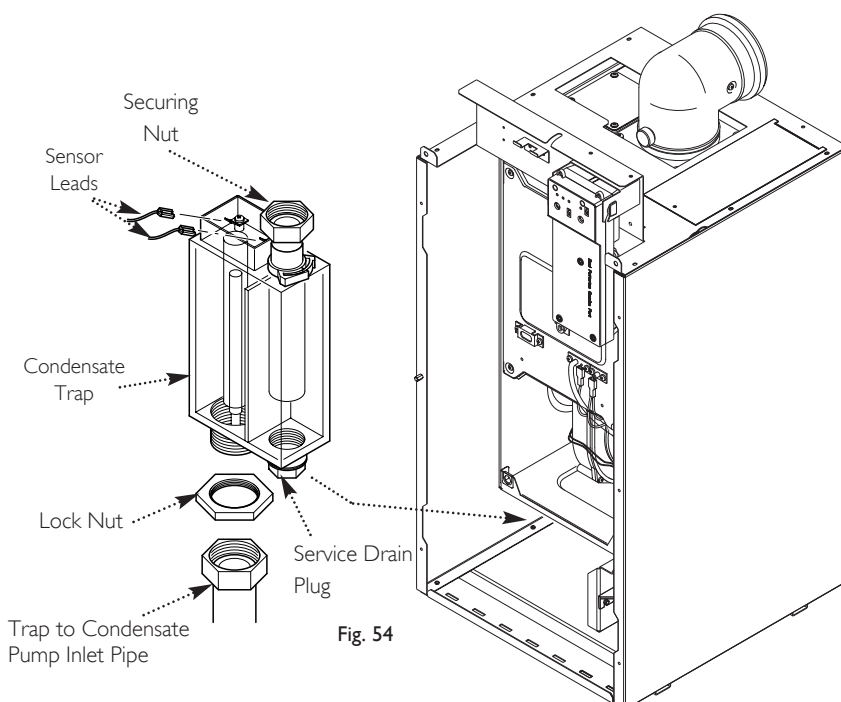

Fig. 54
15.11 Condensate Trap (Fig. 54)